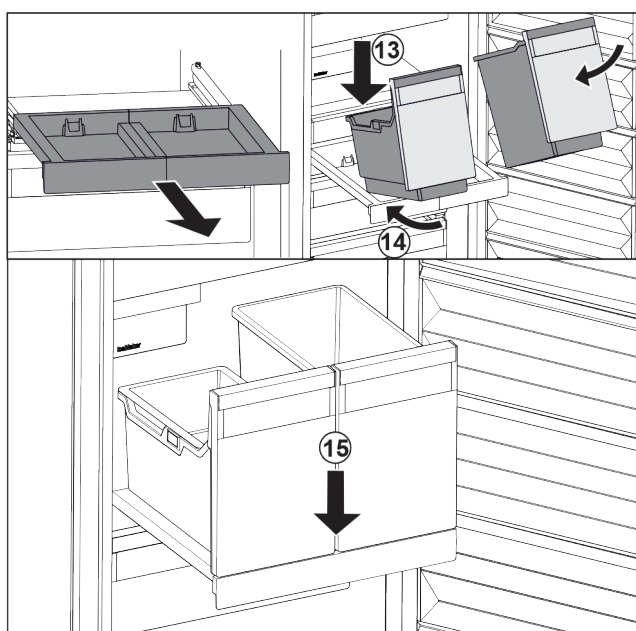

Fig. 129
- ▶ Applicare i contenitori in modo inclinato sul ripiano estraibile. Fig. 129 (13)
- ▶ Inserire il contenitore in modo inclinato verso la parte posteriore. Fig. 129 (14)
- ▶ Abbassare il contenitore nella parte anteriore. Fig. 129 (15)